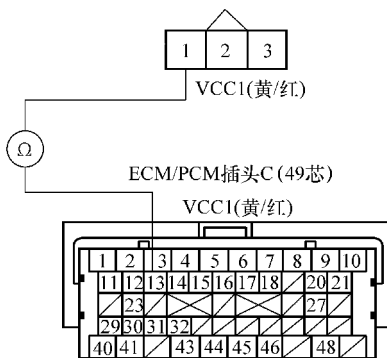

图 5-93 检查 C13 端子与 MAP 传感器头 1 号端子之间的导通性
8) 将点火开关旋至锁定 (0) 位置。
11) 如图 5-93 所示, 检查 ECM/PCM 插头 C13 端子与 MAP 传感器 3 芯插头 1 号端子之间的导通性, 是否导通?